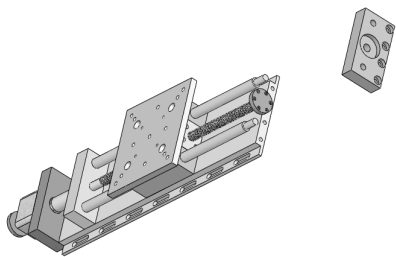
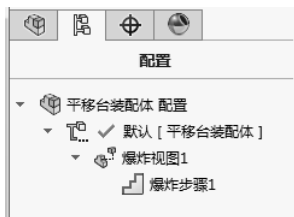

图 11-48 第一个爆炸零件视图
图 11-49 生成的爆炸步骤 1
5) 在“设定”选项组中，单击（反向）按钮，反方向调整爆炸视图，单击“应用”按钮，观察视图中预览的爆炸效果。单击“完成”按钮，第一个零件爆炸完成，第一个爆炸零件视图如图 11-48 所示。同时在“爆炸步骤”选项组中生成“爆炸步骤 1”，如图 11-49 所示。